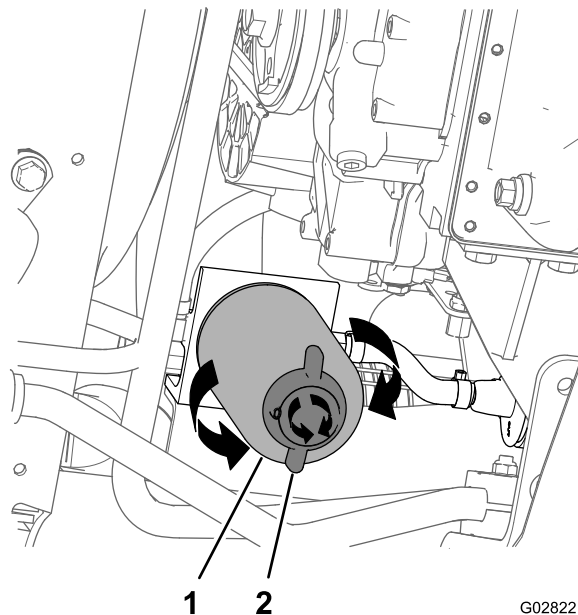

Figura 56
4. Allineate una bacinella di spurgo sotto il filtro del carburante; fate riferimento a Figura 56 nella sezione Sostituzione della scatola del filtro del separatore di condensa \(pagina 51\).
2. Collocate una bacinella di spurgo sotto la scatola del filtro del separatore di condensa (Figura 56).
3. Ruotate la valvola di spurgo sul fondo della scatola del filtro del separatore di condensa in senso antiorario (Figura 56).
4. Pulite l'area intorno alla scatola del filtro del separatore di condensa e al supporto dell'adattatore del filtro (Figura 56).
5. Togliete la scatola del filtro del separatore di condensa (Figura 56).
9. Assicuratevi che la valvola di spurgo sul fondo della scatola del filtro del separatore di condensa sia saldamente ruotata in senso orario (Figura 56).